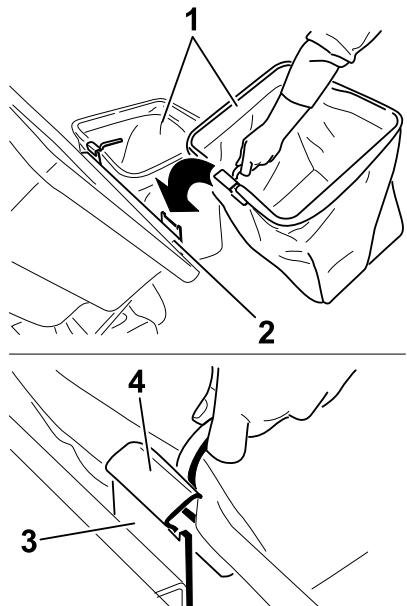

Figure 17
- Soulevez le couvercle et installez les bacs en glissant les crochets de l'armature sur les pattes de retenue (Figure 17).